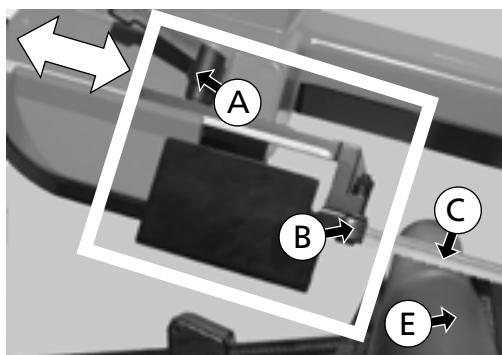

Fig. 23
1. Solte o manípulo (A) - (Fig. 23).
Elementos das Fig. 23 - 24